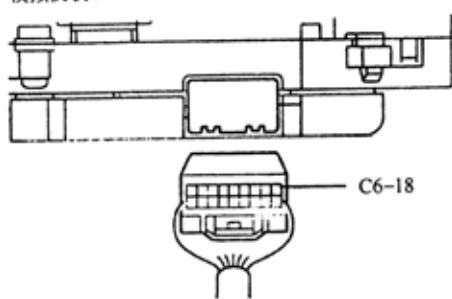
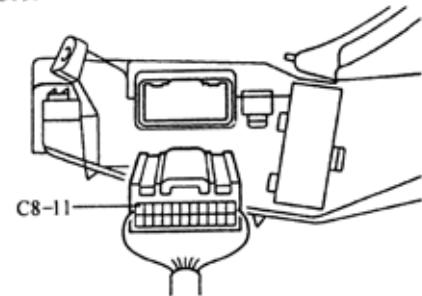

图 9-70
图 9-71
a. 从组合仪表总成上断开连接器，测量端子之间电压，如图 9-70、图 9-71 所示。其标准应符合表 9-31 所示要求。